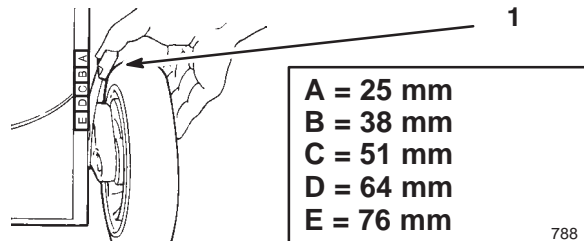

Figure 9
1. Pour changer la hauteur de coupe, tirez le levier de réglage de hauteur vers la roue et sélectionnez la position souhaitée (Fig. 9).